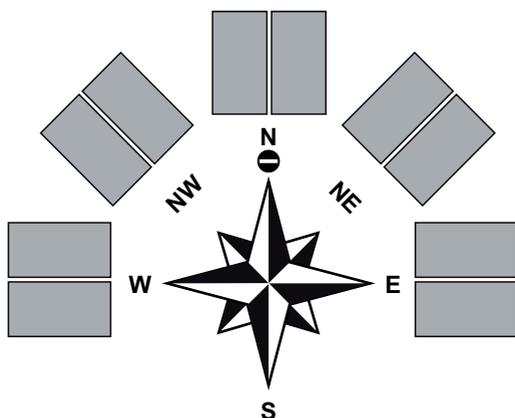

Figura 1.4
**Orientamento - Inclinazione ottimale - Ombreggiatura:** La corretta scelta dell'inclinazione e dell'orientamento in relazione al luogo di installazione e al periodo di massima produzione richiesta, costituisce un fattore fondamentale per il massimo rendimento del sistema solare. I pannelli solari devono essere orientati in modo che la loro superficie sia orientata verso il Sud geografico nell'emisfero del Nord (Nord geografico nell'emisfero del Sud), e cioè siano sempre orientati verso l'equatore (Figura 1.4).